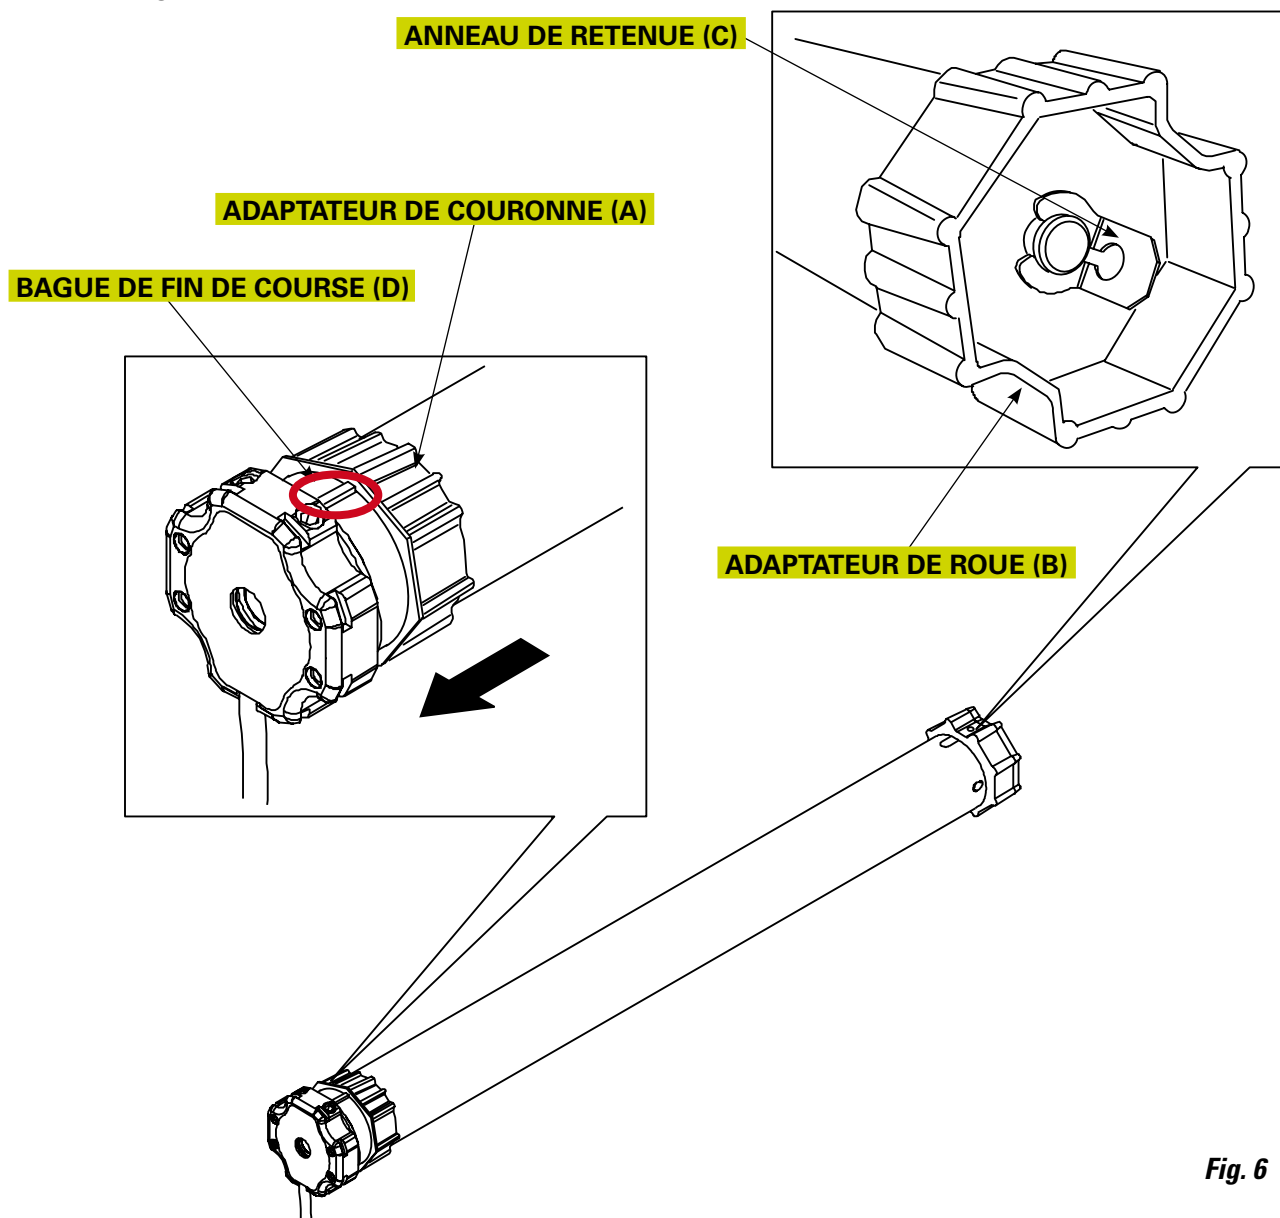

Fig. 6
- 1) Insérer l'adaptateur de la couronne (Fig. 6 A) dans l'opérateur, jusqu'à l'introduction complète de ce dernier sur le rail de guidage (Fig. 6 B) présent dans la bague de fin de course.
- 2) Insérer l'adaptateur de la roue (Fig. 6 C) dans l'arbre du moteur et le bloquer avec l'anneau de retenue fourni (Fig. 6 D).
- 2) Introduire l'opérateur assemblé à l'intérieur du TUBE, du côté opposé à la calotte, jusqu'à ce que l'adaptateur de la couronne se trouve complètement à l'intérieur du TUBE (Fig. 6 A).